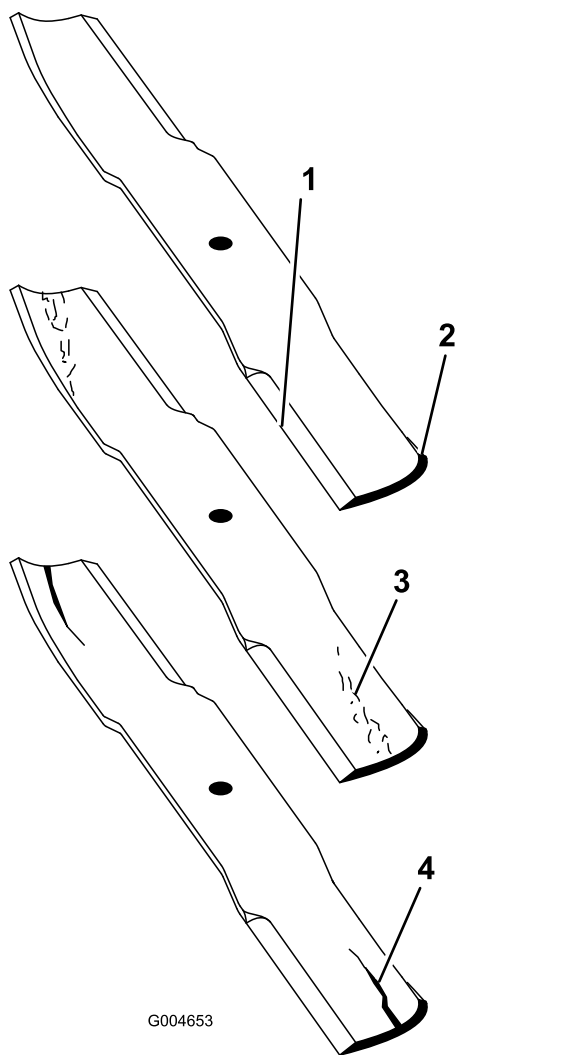

Рисунок 91
2. Осторожно проверьте режущие кромки ножей, особенно в точке соединения плоской и изогнутой частей ножа (Рисунок 91).
Примечание: Так как песок и абразивные материалы могут вызвать износ металла, соединяющего плоскую и изогнутую части ножа, проверьте нож перед использованием газонокосилки. В случае обнаружения износа (Рисунок 91) замените нож.